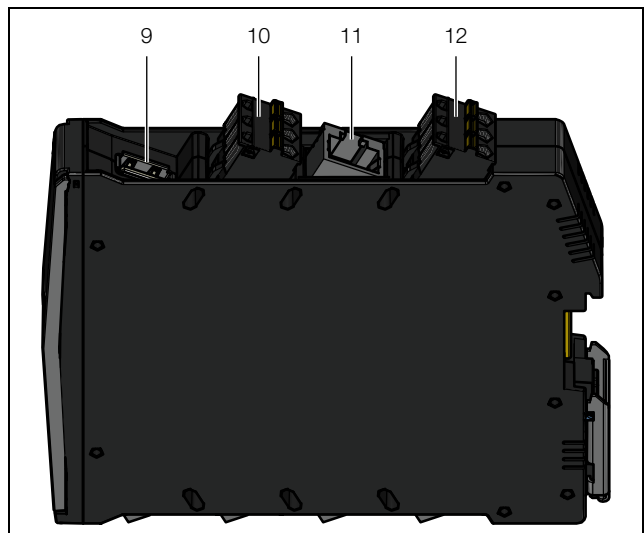

Abb. 5: Anschlüsse oben auf dem IoT Interface
- Schließen Sie hierzu den 24 V-Ausgang (Direktanschluss) an einem Netzteil (DK 7030.060) am entsprechenden Anschluss des IoT Interface (Abb. 5, Pos. 12) an.
- Stecken Sie ggf. den externen Temperaturfühler 3124.400 am entsprechenden Anschluss des IoT Interface (Abb. 5, Pos. 10) an.
- Verbinden Sie die Ethernet-Schnittstelle (Abb. 5, Pos. 11) über ein Netzkabel mit RJ 45-Stecker mit der vorhandenen Netzwerkstruktur.